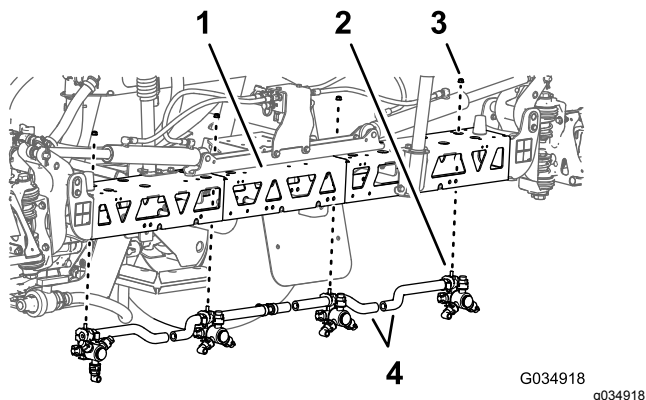

Figura 68
- Retire la contratuerca con arandela prensada (5/16") que sujeta la boquilla de fumigación al soporte de la boquilla (Figura 68).